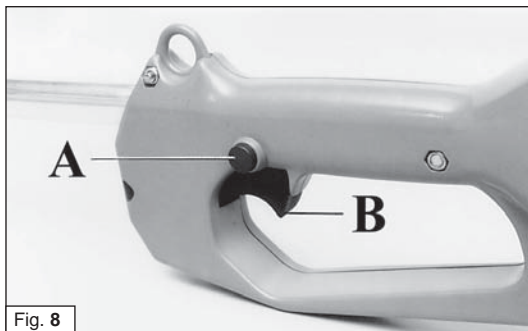

Fig. 8
Нажмите предохранительный выключатель (A, рис. 8) и одновременно включите выключатель (B) для запуска двигателя.